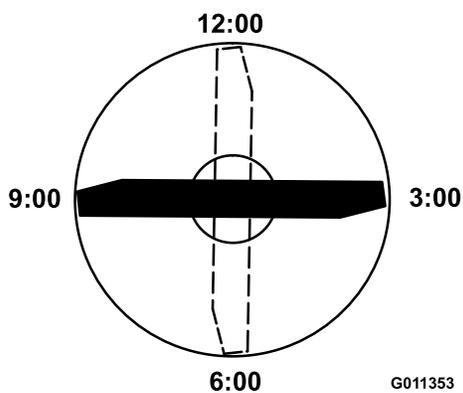

Рисунок 122
- Установите режущую кромку отмеченного конца ножа в положение «12 часов» (строго прямо по направлению скашивания) (Рисунок 122) и измерьте высоту от стола до режущей кромки ножа.
- Поверните отмеченный конец ножа в положения «3 и 9 часов» (Рисунок 122) и измерьте значения высоты.